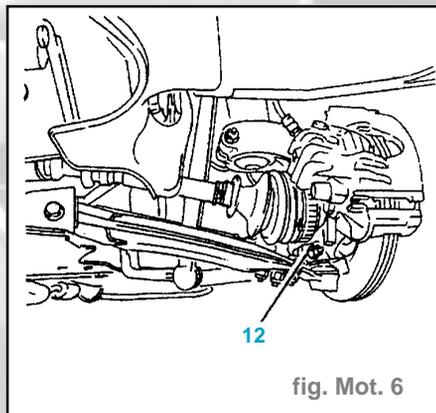

fig. Mot. 6
- Desserrer les écrous (10).
- Tourner d'un demi-tour les vis (11) pour dégager leur tête du logement du roulement.
- De chaque côté, déposer la vis (12) (fig. Mot. 6).
- l'écrou (16) à 7 daN.m,
- l'écrou (17) à 5 daN.m,
- les écrous (10) à 1 daN.m.
- Serrer les vis (12) à 4 daN.m (fig. Mot. 6).